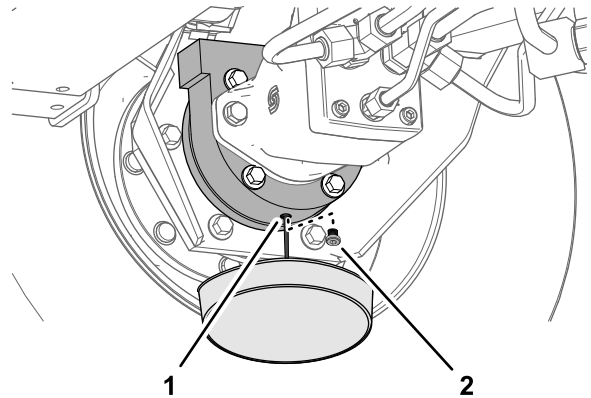

Figura 63
6. Coloque un recipiente debajo del alojamiento del freno, retire el tapón y deje que se drene por completo el aceite (Figura 63).